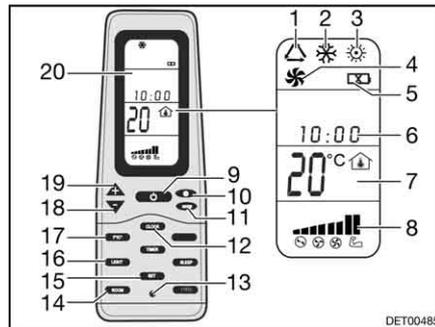

Fig. 136 Mando a distancia
- Pulsar la tecla ON/OFF (Fig. 136,9).
- Pulsar la tecla "Mode" (Fig. 136,11) las veces que sean necesarias hasta que se visualice el modo de funcionamiento deseado (Fig. 136,1, 2, 3 ó 4) en el display (Fig. 136,20).
- Ajustar la temperatura deseada con las teclas "+" (Fig. 136,19) y "-" (Fig. 136,18).
- Seleccionar la etapa deseada del ventilador con la tecla Velocidad del ventilador (Fig. 136,10).
*Desconectar:* ■ Pulsar la tecla ON/OFF (Fig. 136,9).